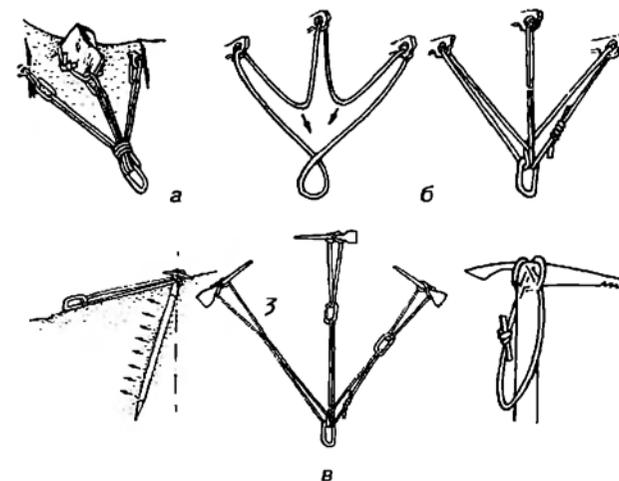

Рис. 5. Организация спуска (подъема):
Надежность страховки достигается (рис. 5):
- использованием нескольких сблокированных точек для закрепления веревок (см. рис. 5, а, б);
- применением компенсационных петель (см. рис. 5, в);